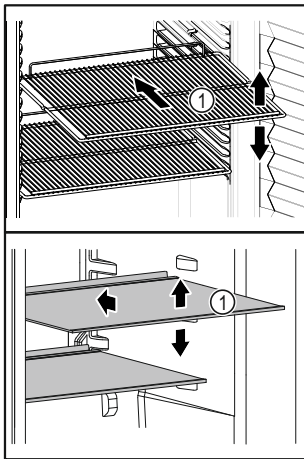

Fig. 18 Beispielhafte Darstellung
- Wenn Ablageflächen Fig. 18 (1) versetzbar sind, Ablageflächen je nach Höhe anpassen.